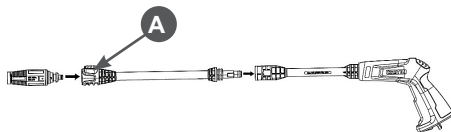

Рис. 3 Установка головки и струйной трубки
4. Установите на струйную трубку головку. Вставьте наконечник головки в отверстие наконечника трубки, при этом кнопка А (Рис. 3) фиксатора наконечника трубки опустится вниз. Поверните головку до совмещения выступа на наконечнике головки и выемки на наконечнике трубки, затем нажмите до щелчка, кнопка фиксатора поднимется в верхнее положение. Присоедините струйную трубку к пистолету (вставьте и поверните).